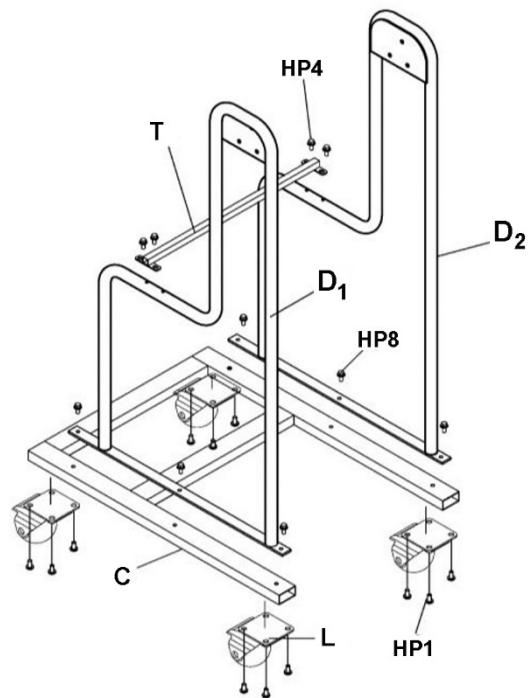

Abbildung 3
1. Die vier Laufrollen (L) mit Flanschkopfschrauben (HP1) am Sockel (C) anbringen. Siehe Abbildung 3.
2. Den linken und den rechten Ständer (D₁, D₂) mit den Flanschkopfschrauben (HP8) am Sockel (C) anbringen.
3. Die Ständerstütze (T) mit den Flanschkopfschrauben (HP4) an den Ständern anbringen.